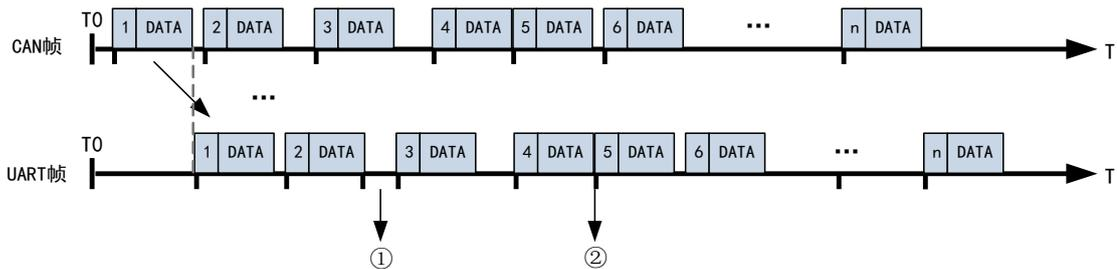
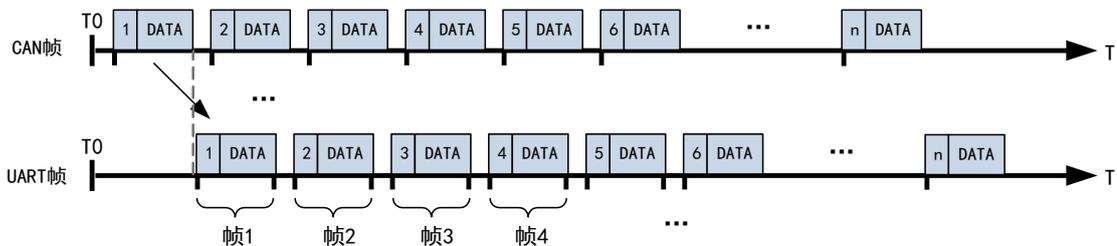
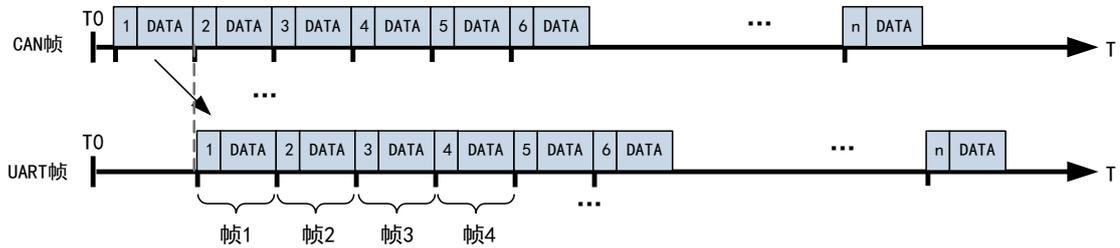

图 3.8 CAN 帧转 UART 帧
图 3.9 CAN 报文时间间隔确定
图 3.10 CAN 报文数据长度确定
模块收到 1 帧 CAN 数据即转发 1 帧串行帧数据，如图 3.8 所示，当 CAN 报文的两帧之间有时间间隔，串行帧之间也会有相同的时间间隔，如图 3.8 标注①，用户可以此时间间隔来区分 UART 帧，并提取 UART 帧中的 CAN 帧标识符；当 CAN 报文为连续的两帧时，UART 数据也为连续的两帧数据，如图 3.8 标注②，此时两帧数据难以区分。
对于图 3.8 标注①的情况，用户 UART 端口接收到数据可间隔一定时间作为新的一帧数据，如图 3.9 所示。
对于图 3.8 标注②的情况，若每一帧串行数据的字节数都确定，用户可根据字节数区分串行帧，如图 3.10 所示。